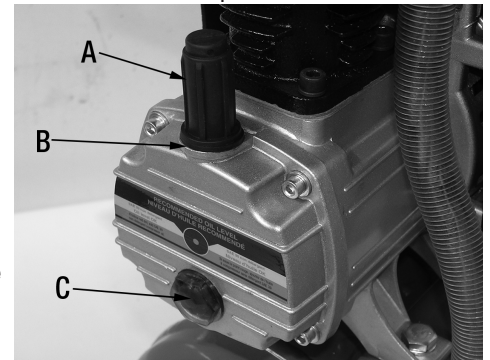

FIGURE 11
Pour changer d'huile, écoulez l'huile du boîtier en dévissant le niveau d'huile (C) Fig.11. Une fois que l'huile est complètement écoulé, revissez le niveau d'huile en place. Pour remplir le boîtier d'huile, dévissez et retirez le capuchon d'aération d'huile (A), videz de l'huile à compresseur (huile SAE30 sans détergent) dans l'ouverture (B) jusqu'à ce que le niveau d'huile (C) atteigne le centre du point rouge. Remplacez le capuchon d'aération d'huile (A).